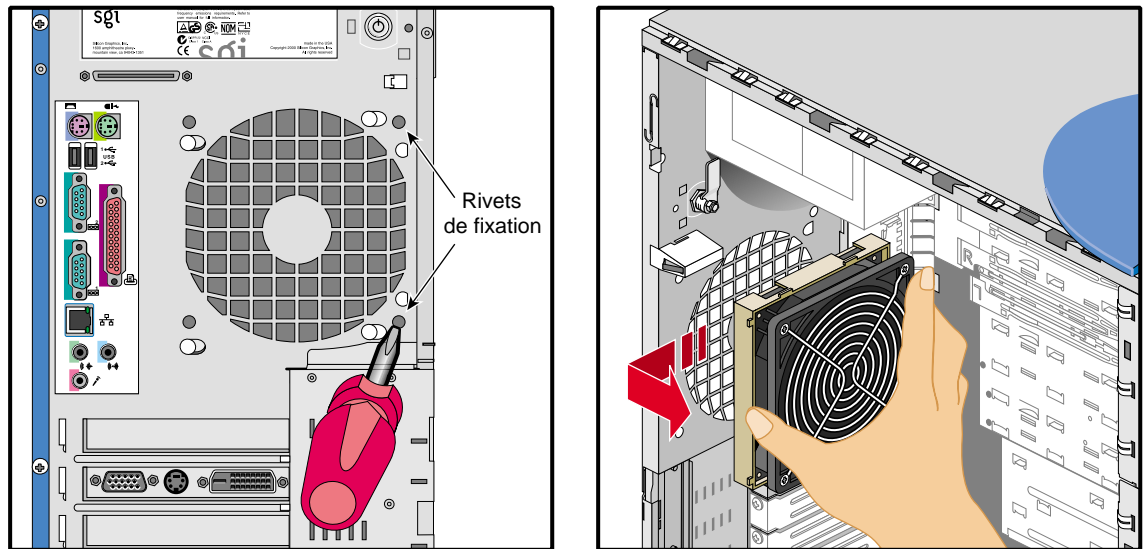

Figure 2-12 Décliquetage des rivets de fixation et démontage du ventilateur arrière
4. Repérer les deux rivets de fixation sur la partie externe du panneau arrière ; voir la Figure 2-12.
5. A l'aide d'un outil pointu (comme un tournevis cruciforme), pousser un des rivets de fixation tout en tirant sur le ventilateur vers le haut jusqu'à ce que le rivet sorte de son trou. Continuer à tirer sur le ventilateur tout en appuyant sur le deuxième rivet de fixation jusqu'à ce que le ventilateur soit séparé du châssis. La Figure 2-12 montre la procédure correspondante.